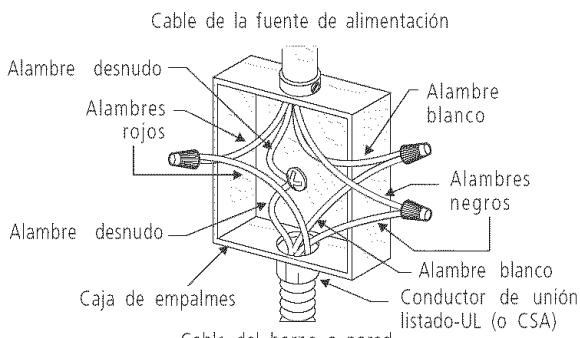

Figura 3
ADVERTENCIA El marco esta aterrizando a través del cable neutro. Si es usado el electrodoméstico en una casa móvil (1996 NEC), vehículos recreativos, o donde las leyes locales no permitan aterrizar a través del cable neutro vea figura 3.
- Si este horno se va a usar en una casa sobre ruedas o si los códigos locales NO permiten que el armazón este conectado al neutro (blanco) de la toma a tierra, separe el alambre blanco y el de toma a tierra pelado que salen del final del cable de suministro de energía al electrodoméstico. Conecte el alambre blanco del cable de suministro de energía al alambre blanco neutro en la caja de empalme. Conecte el alambre negro y el alambre rojo del cable de suministro de energía, emparejando los colores con los alambres correspondientes en la caja de empalme. El alambre pelado debe de usarse ahora para la toma a tierra del electrodoméstico de acuerdo con los códigos eléctricos locales. Conecte el alambre de cobre pelado de toma a tierra al alambre de toma a tierra en el panel de servicio. NO conecte la toma a tierra a una tubería de suministro de gas. NO conecte el suministro de energía eléctrica hasta que el electrodoméstico tenga su toma a tierra instalada permanentemente. Conecte el alambre de toma a tierra antes de enchufar por primera vez el electrodoméstico (figura 3).